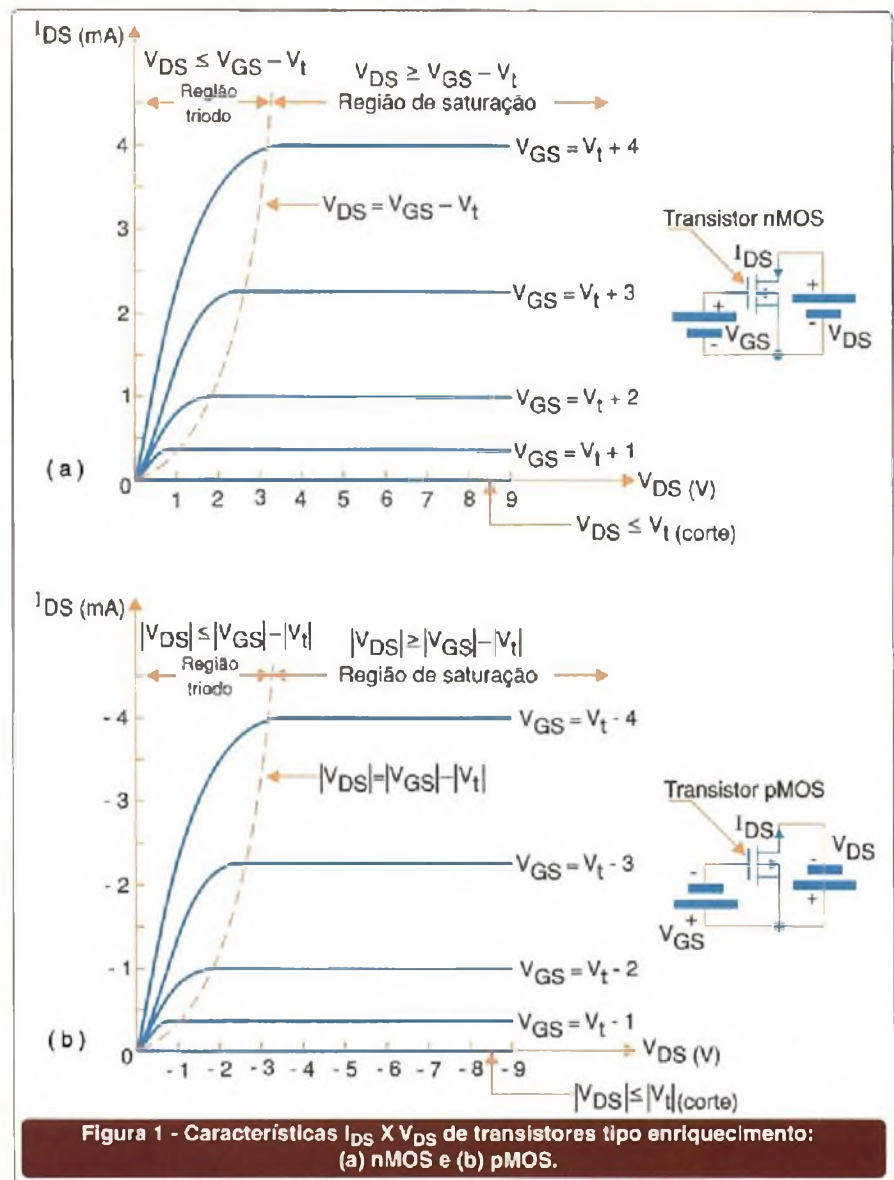
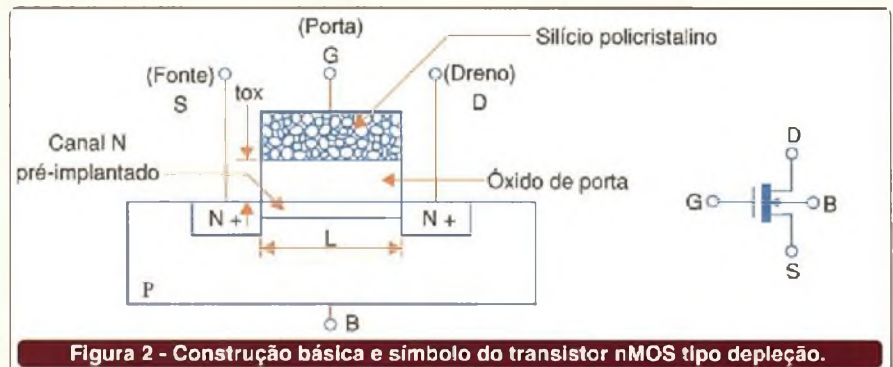

Figura 1 - Características I_{DS} X V_{DS} de transistores tipo enriquecimento: (a) nMOS e (b) pMOS.
Figura 2 - Construção básica e símbolo do transistor nMOS tipo depleção.
A **figura 1(a)** ilustra a característica I_{DS} x V_{DS} do transistor nMOS tendo como parâmetro a tensão V_{GS} . Observe que esta curva é composta de região triodo ($V_{DS} < V_{GS} - V_t$) e região de saturação ($V_{DS} \geq V_{GS} - V_t$) e note que à medida que se aumenta a tensão V_{GS} entre porta e fonte, aumenta-se o valor associado ao patamar de corrente na saturação. A equação (2) descreve a corrente na região triodo.
De forma análoga, a **figura 1(b)** traz a característica I_{DS} x V_{DS} do transistor pMOS tendo como parâ-
agora (veja figura 1) operam no modo enriquecimento, isto é, a região de canal é "enriquecida" de portadores através do efeito de campo gerado pela tensão de porta V_{GS} . Há também o transistor modo depleção, que difere do modo enriquecimento pelo fato do canal já estar pré-difundido ou implantado na região de canal. A figura 2 apresenta a construção básica e o símbolo do transistor nMOS tipo depleção. A diferença fundamental em relação ao nMOS tipo enriquecimento é o fato da tensão de limiar ser negativa. Neste transistor, a corrente I_{DS} irá fluir quando aplica-se uma tensão V_{DS} mesmo quando V_{GS} for nulo. O transistor só entrará em corte (ausência de corrente) se a tensão V_{GS} for menor do que a tensão de limiar (negativa), o que corresponde a "depletar" ou "despovoar" de portadores móveis a região pré-implantada.
Convém destacar que a curva característica $I_{DS} \times V_{DS}$ do transistor nMOS tipo depleção é semelhante à do transistor nMOS tipo enriquecimento (figura 1(a)) a menos do fato da tensão de limiar V_i ser negativa. Também, as equações (1), (2) e (3) modelam a corrente que passa no transistor tipo depleção a menos do fato de ter-se que substituir o valor negativo de V_i o qual, por sua vez, é diretamente proporcional à carga pré-implantada no canal.